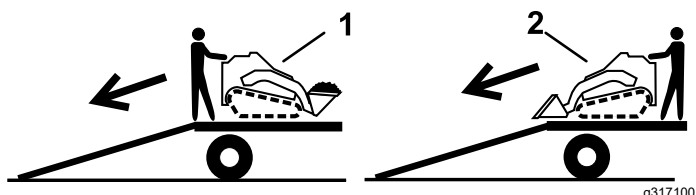

図 22
2. 機体の前後のうち重い方を上登り側にし、荷を低くして降ろす 図 22。